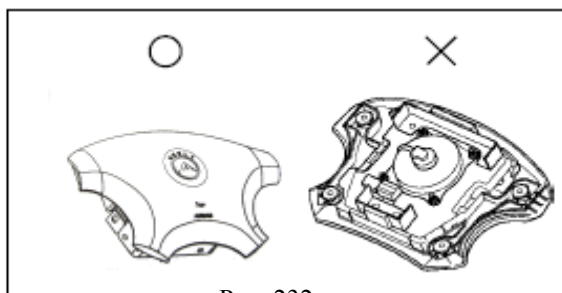

Рис. 232
- Кладите блок подушки безопасности лицевой стороной вверх(рис. 232)